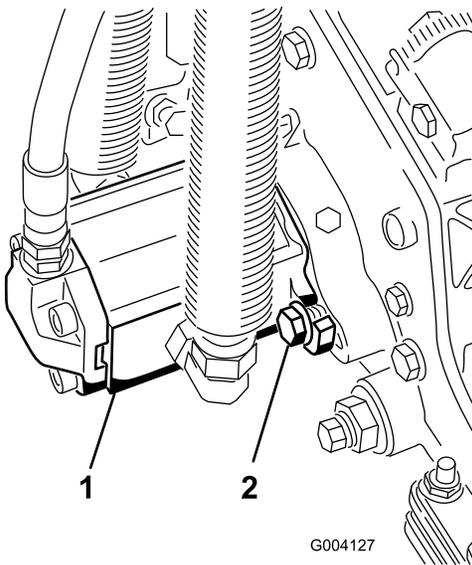

Figura 11
15. Instale o motor rodando-o no sentido dos ponteiros do relógio de forma a que as flanges do motor se afastem dos parafusos (Figura 11). Rode o motor no sentido contrário aos ponteiros do relógio até que as flanges envolvam os parafusos e apertem os parafusos.